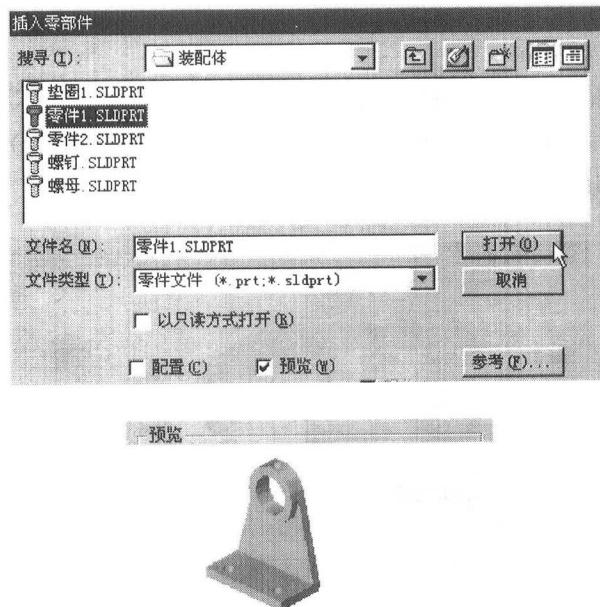

图 1-4 导入零件选择对话框
(2) 在弹出的对话框中(如图 1-4 所示)，选择所要导入的零件名(如零件 1)，单击“打开”。一般“预览”复选框处于选中状态，可以预览零件 1。